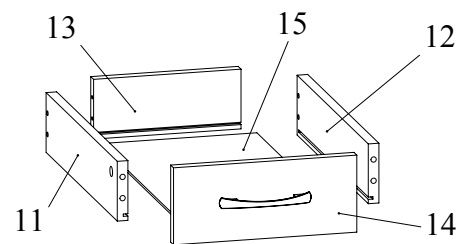

Рис.7
- Скрепить при помощи конфирматов 7x50 боковины ящика 11, 12 и задник ящика 13. Вставить в паз дно ящика из ДВП. Установить фасад ящика 14 и зафиксировать, повернув конфирматным ключом головки минификсов по часовой стрелке до упора (Рис.7). Закрепить шурупами М4х25 ручку на фасаде ящика 14.